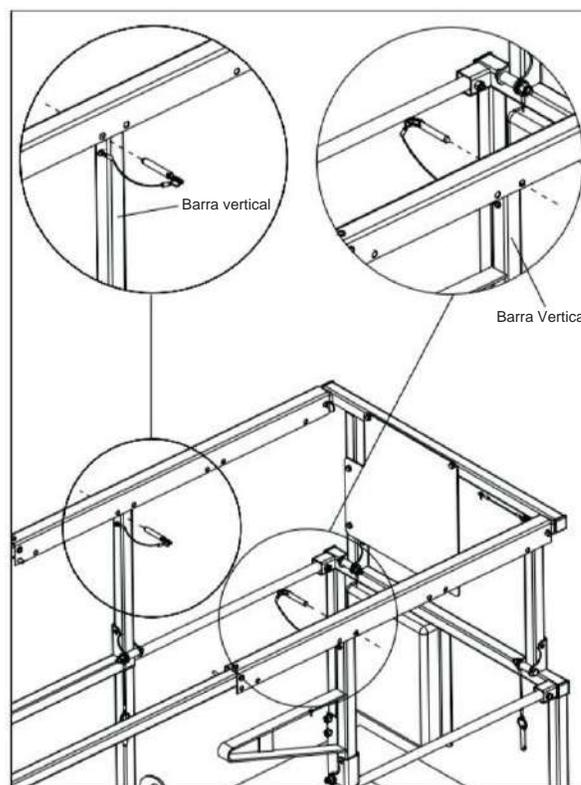

Figura 3-12. Plataforma de extensão manual de posição variável
2. Após extensão ou retração, reinsira os pinos de travamento. Insira o pino em um lado da plataforma aérea na frente da barra vertical e o pino no outro lado da plataforma aérea atrás da barra vertical para evitar movimento acidental, em qualquer direção, da plataforma de extensão manual durante o deslocamento ou transporte. Consulte a Figura 3-12 para ver um exemplo de configuração.